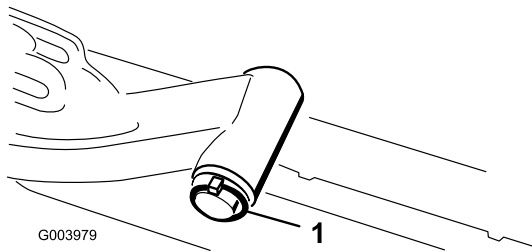

図 9
- A. 昇降アームのピボット・シャフトを昇降アームに固定しているリンチ・ピンとワッシャを外し、昇降アームからピボット・シャフトを抜き出す (図 9)。
- C. 昇降アームのシャフトを昇降アームに差し込み、ワッシャとリンチ・ピンで固定する (図 9)。